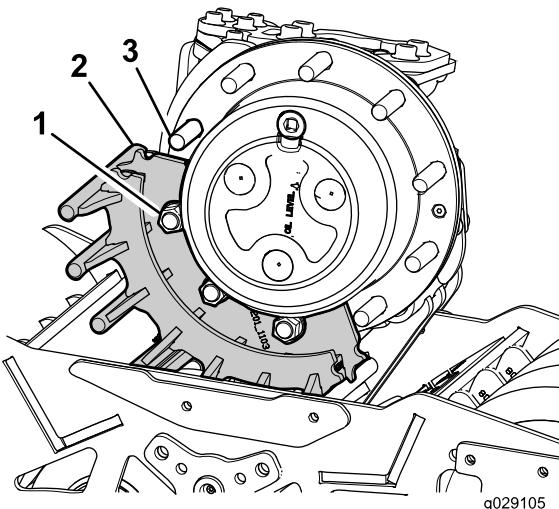

Figura 13
2. Coloque un diente de engranaje en las orejetas de las ruedas e instale provisionalmente las tuercas de las ruedas (Figura 13).